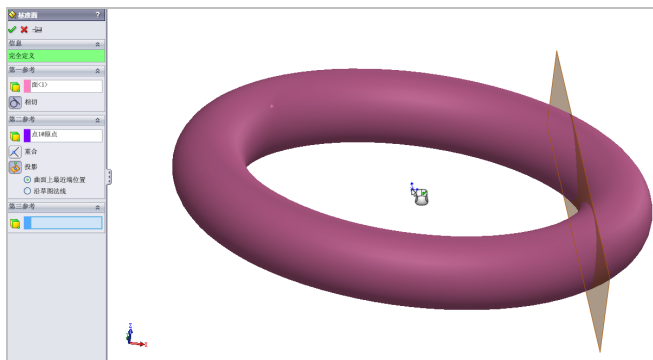

图 4-3 选择合适的对象
(3) 弹出【基准面】属性管理器，在绘图区中，依次选择模型的表面和原点对象，如图 4-3 所示。